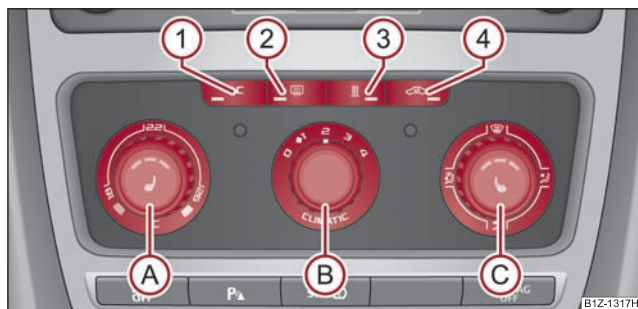

Fig. 140 Climatic: Elementele de comandă
Instalația de răcire funcționează numai când tasta  ⇒ pagina 111, fig. 140  este apăsată și se îndeplinesc următoarele condiții:
- Rotiți regulatorul rotativ (A) ⇒ fig. 140 spre dreapta pentru a mări temperatura.
- Rotiți regulatorul rotativ (A) spre stânga pentru a reduce temperatura.
- Apăsați tasta (AC) (1) ⇒ fig. 140. Lampa de control din tastă se va aprinde.
- Apăsând încă o dată pe comutatorul (AC) instalația de răcire se va opri. Lampa de control din tastă se stinge.
- Apăsați tasta  ④ ⇒ pagina 111, fig. 140, lampa de control din tastă se aprinde.
Când regulatorul  se află în poziția  ⇒ pagina 111, fig. 140, recircularea aerului este oprită automat. Prin apăsarea repetată a tastei  puteți porni recircularea aerului și în această poziție.